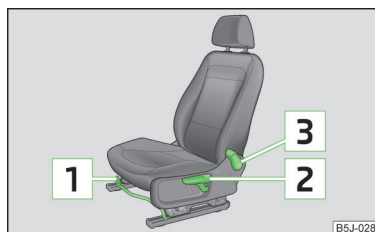

Fig. 39
- Tirar de la palanca (en la zona central) » fig. 39 hacia arriba, desplazando al mismo tiempo el asiento hasta la posición deseada.
- Si se quiere subir el asiento, tirar de la palanca » fig. 39 hacia arriba o bombear.
- Descargar el respaldo (no apoyarse), tirar de la palanca » fig. 39 hacia atrás y ajustar la inclinación deseada del respaldo utilizando la espalda.